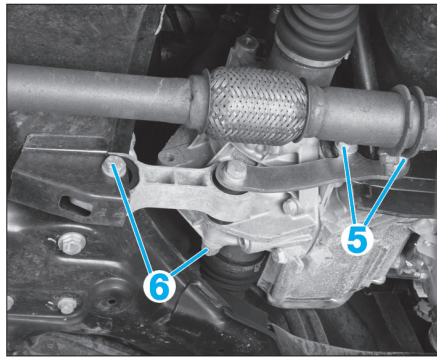
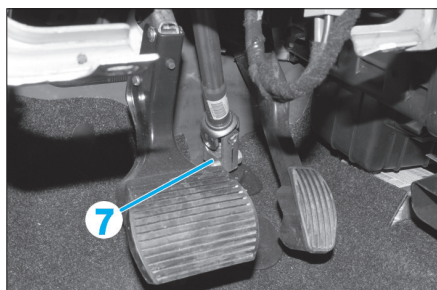

Fig. 17
Fig. 18
- Déposer les vis (5) (Fig.17).
- Dévisser les boulons (6) fixant l'étrier à la barre de réaction.
- Déposer la vis (7) qui fixe le boîtier de direction assistée à la colonne de direction (Fig.18).